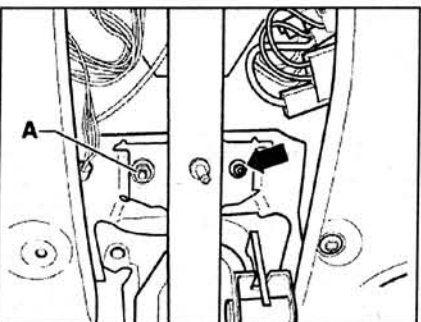

Рис. 6.10. Открутите болт А и высверлите болт (стрелка).
16. Открутите болт А и высверлите болт (**стрелка**) (рис. 6.10).